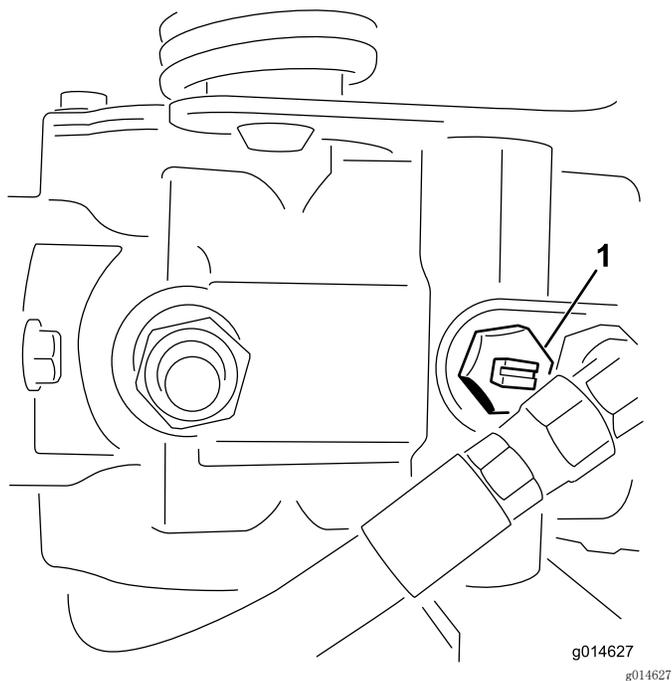

图25
2. 启动发动机之前、旋转旁通阀、使槽处于水平位置、这样就可以关闭旁通阀（图25）。
1. 找到并旋转泵上的旁通阀，使槽处于垂直位置（图 25）。